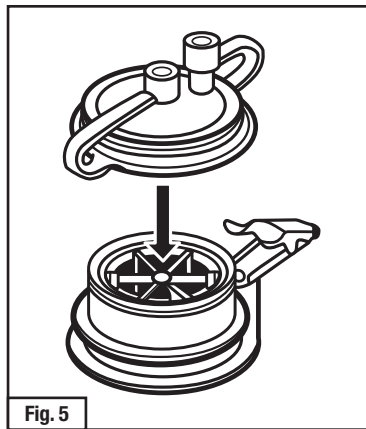
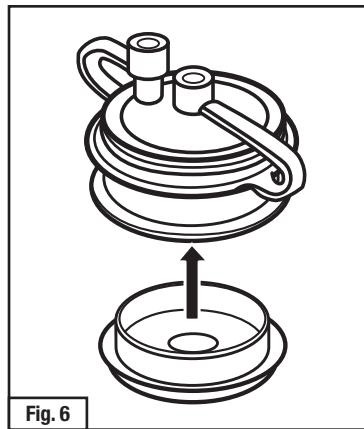

Fig. 5
Fig. 6
- 3520/3530:** Feche a tampa de eluição (com os tampões) em direção ao topo do corpo primário (Fig. 5). Separe as seções do corpo primário e do corpo secundário. Feche o copo inferior (sem tampões) no fundo da seção primária (Fig. 6). Feche a tampa de eluição no corpo secundário. O monitor agora está pronto para ser despachado.